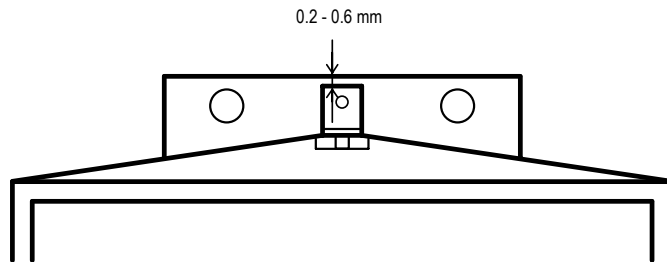

Fig. 6
- Spindelnullpunkt kontrollieren, siehe Fig. 6.